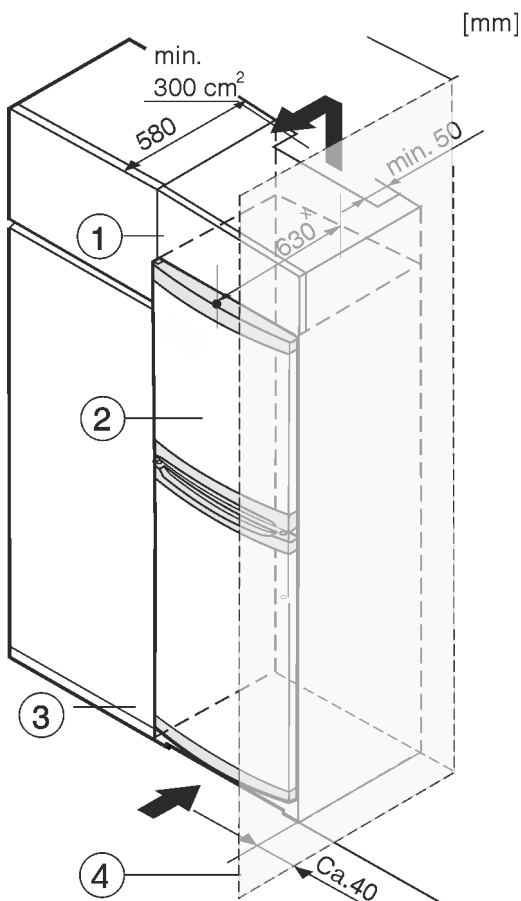

Fig. 8
- (1) Nadstavná skrinka (3) Kuchynská skriňa
(2) Zariadenie (4) Stena
Zariadenie môže byť zabudované medzi kuchynskými skriňami. Aby sa zariadenie Fig. 8 (2) prispôbilo výške kuchynskej linky, môže sa nad zariadením umiestniť nadstavná skrinka Fig. 8 (1).
Pri vstavaní s kuchynskými skriňami (hĺbka max. 580 mm) je možné zariadenie inštalovať priamo vedľa kuchynskej skrine Fig. 8 (3). Zariadenie vyčnieva nabok 34 mm * a v strede zariadenia 50 mm * oproti prednej časti kuchynskej skrine.
Ak je zariadenie umiestnené so zavesením vedľa steny Fig. 8 (4), vzdialenosť medzi zariadením a stenou musí byť minimálne 40 mm. To zodpovedá presahu držadla pri otvorených dverách.